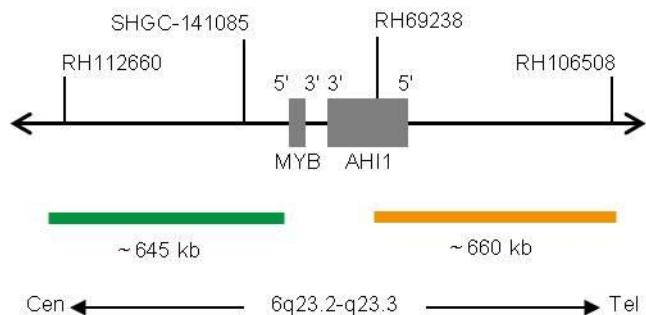

Fig. 1: SPEC MYB Mapa da sonda (sem escala)
- Polinucleótidos (~10.0 ng/μl) com marcação ZyGreen (excitação 503 nm/emissão 528 nm), dirigidos ao mapeamento de sequências alvo em 6q23.2-q23.3* (chr6:134,840,690-135,483,752) proximais ao ponto de quebra do gene MYB (ver Fig. 1).
- Polinucleótidos (~4.5 ng/μl) com marcação ZyOrange (excitação 547 nm/emissão 572 nm), dirigidos ao mapeamento de sequências alvo em 6q23.3* (chr6:135,728,667-136,390,142) distais ao ponto de quebra do gene MYB (ver Fig. 1).